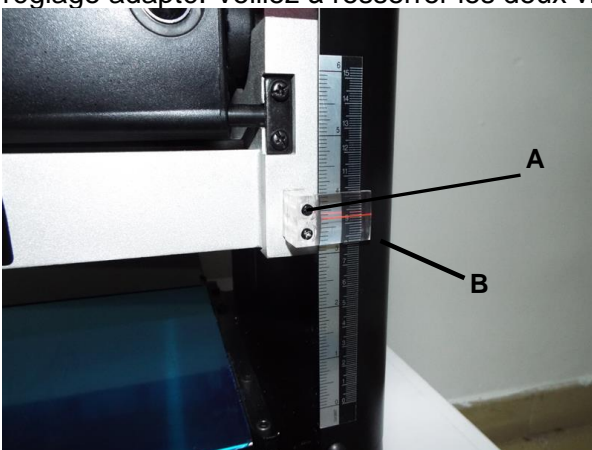

FIG. 10
La règle graduée, située à droite de la raboteuse, indique l'épaisseur de la pièce finie. Pour vous assurer que l'échelle est correctement réglée, faites passer un morceau de bois dans la raboteuse et mesurez l'épaisseur du bois. Si l'échelle n'est pas alignée, desserrez les deux vis à tête ronde (A) qui maintiennent l'indicateur d'échelle (B), et placez l'indicateur d'épaisseur sur le réglage adapté. Veillez à resserrer les deux vis une fois le réglage terminé. FIG 10